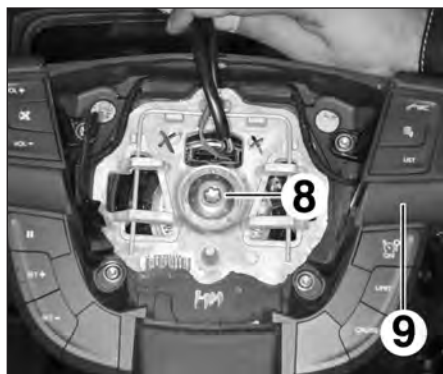

FIG.24
- la vis (8) (Fig.24),
- le volant (9),